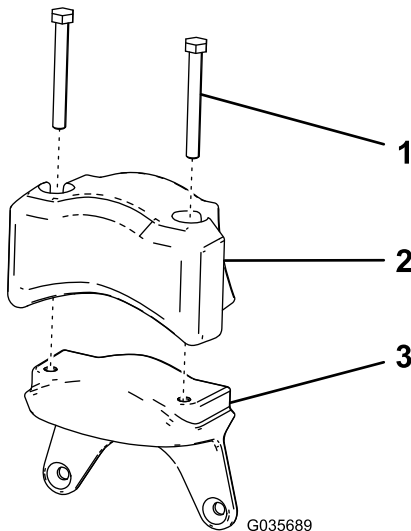

Figura 8
1. Monte el contrapeso eléctrico y los 2 tornillos (5/16" x 2 3/4") que retiró en Retirada del contrapeso del motor eléctrico \(página 4\) en el peso nuevo (Figura 8).